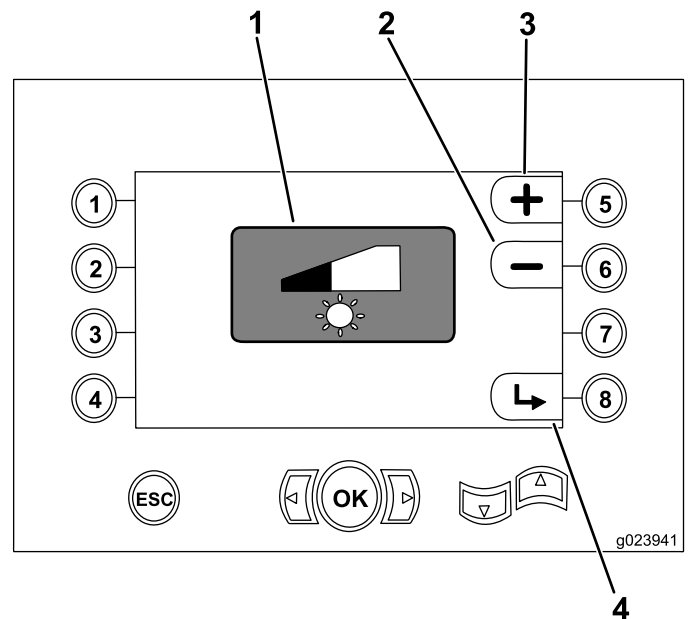

Figura 36
- Botón 5 – aumentar el brillo de la pantalla (Figura 36)
- Botón 6 – reducir el brillo de la pantalla (Figura 36)